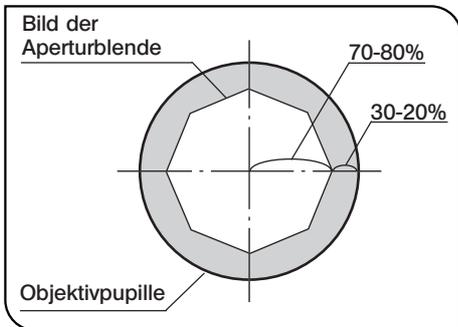

Abb. 31
Aperturblende (Abb. 31 & 32)
- Da der Kontrast mikroskopischer Objekte für gewöhnlich gering ist, wird üblicherweise die Einstellung der Kondensor-Aperturblende auf 70% bis 80% der numerischen Apertur des verwendeten Objektivs empfohlen. Gegebenenfalls das Verhältnis korrigieren, indem das Okular entfernt und der Aperturblendenring ① mit Blick durch den Okularstutzen gedreht wird, bis das in Abb. 31 gezeigte Bild zu sehen ist.